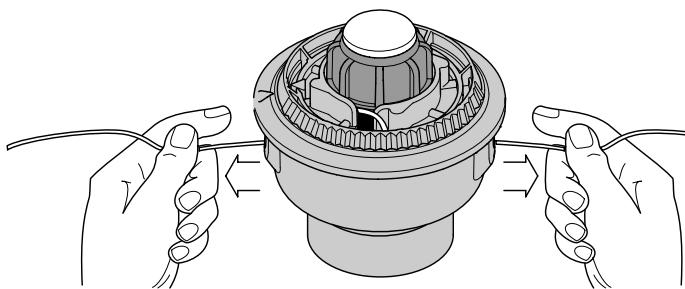

Fig. 19
9. Si le rembobinage du fil devient difficile ou si le fil se coince, tirez-en les extrémités de la bobine. Continuez de rembobiner le moulinet intérieur vers la gauche (Fig. 19).
4. Maintenez le moulinet intérieur et installez le bouton de butée, le ressort, et le joint en mousse en poussant le bouton de butée vers le bas et en le tournant à droite. Saisissez les extrémités et tirez fermement pour dégager le fil des fentes de retenue du moulinet intérieur. (Fig. 19).
Si le SpeedSpoolMD ne déroule pas le fil correctement, tirez fermement les extrémités du fil loin de la bobine (Fig. 19). Si cela ne suffit pas, suivez les instructions de Nettoyage du SpeedSpoolMD ci-dessous.